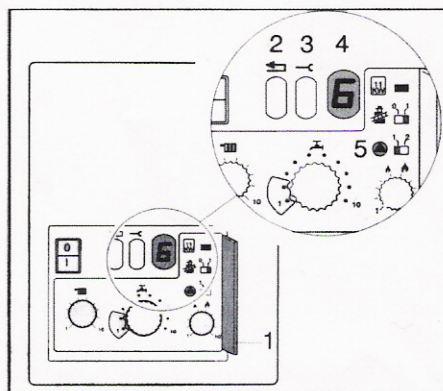

Рис. 2 Сервисное обслуживание,
- Открыть дверцу 2 сервисного обслуживания (рис.2, поз.1)
- Установить переключатель ▲ в положение “2” (выбег насоса 24 ч) (рис.2, поз.5).
Режимы работы котла и возможные неисправности высвечиваются на табло (рис.2, поз.4). Сигнал состоит из двух знаков. При нажатии сервисной кнопки (рис.2, поз.3) появляется другой знак.